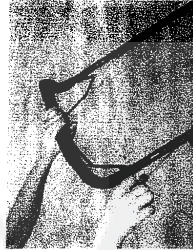

Fig. 7B
3. Positionnez-vous derrière la machine, saisissez la poignée de commande d'arrêt et maintenez-la contre la poignée supérieure, comme illustré à la figure 7B.
4. Saisissez la poignée du démarreur comme illustré à la figure 7B